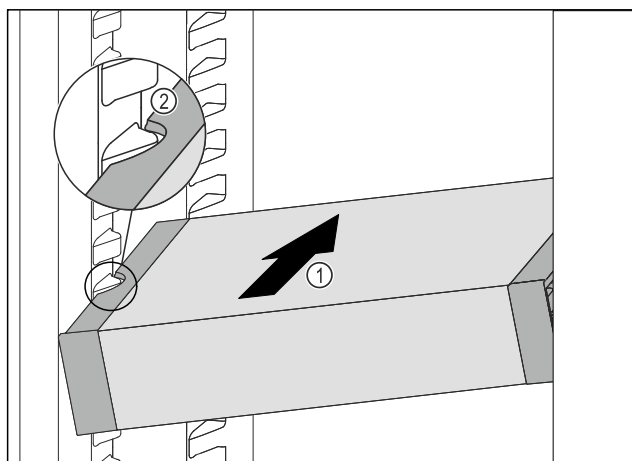

Fig. 96
- VarioSafe gurajte koso u hladnjak Fig. 96 (1) sve dok se bočni otvori Fig. 96 (2) ladice VarioSafe ne nađu na visini žlijeba spremnika u hladnjaku.